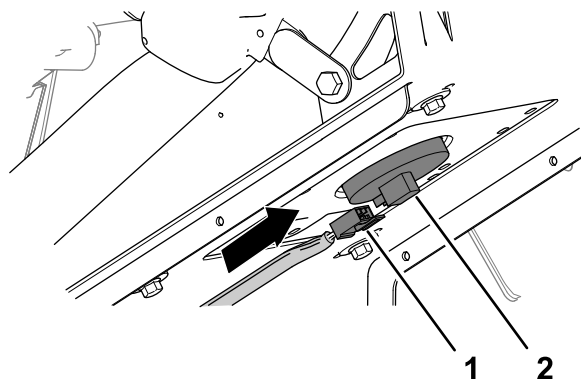

Figura 108
6. Enchufe el conector hembra de 2 vías del arnés de cables de la máquina en el conector del interruptor del asiento hasta que los conectores encajen firmemente (Figura 108).